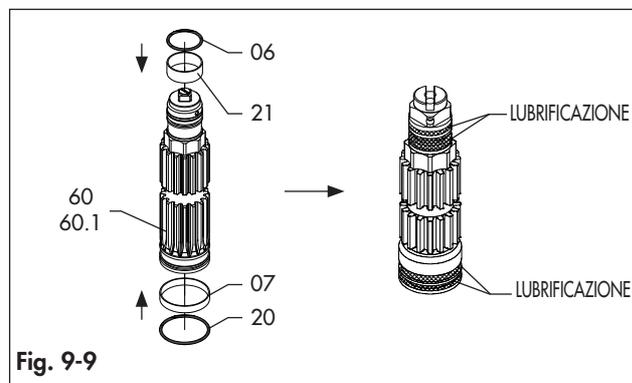
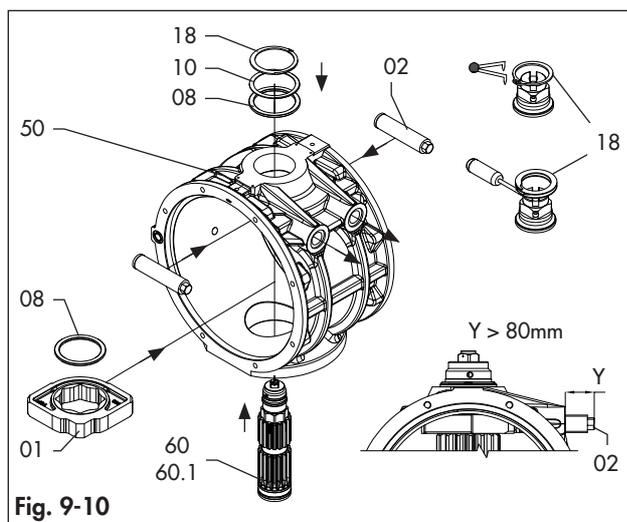
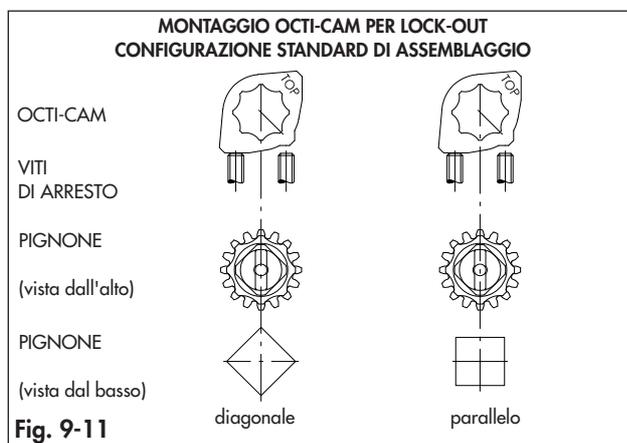

Fig. 9-9
Fig. 9-10
Fig. 9-11
Fare riferimento alle Fig. 9-1, Fig. 9-9, Fig. 9-10 e Fig. 9-11.
- Posizionare la bussola superiore del pignone (06) e la bussola inferiore (07).
- Lubrificare e posizionare l'o-ring superiore (21) e inferiore (20) del pignone.
- Lubrificare la superficie esterna delle bussole e degli o-ring posti sul pignone (60/60.1) come da Fig. 9-9.
- Fissare le viti (02) dall'interno del corpo (50) fino a raggiungere l'esterno del corpo di almeno 80 mm. (Fig. 9-10)
- Inserire parzialmente il pignone (60/60.1) nel corpo (50). (Fig. 9-10)
- Posizionare l'octi-cam (01) attraverso il corpo (50) sul pignone (60/60.1). Fare riferimento alla Fig. 9-11 per il corretto posizionamento dell'octi-cam (01).
- Posizionare il reggisplinta interno (08).
- Inserire completamente il pignone (60/60.1) nel corpo (50).
- Posizionare il reggisplinta esterno (08) e la rondella reggisplinta (10).
- Assicurarsi che l'octi-cam (01) sia nella giusta posizione come indicato nella Fig. 9-11 riferita alle viti d'arresto (02).